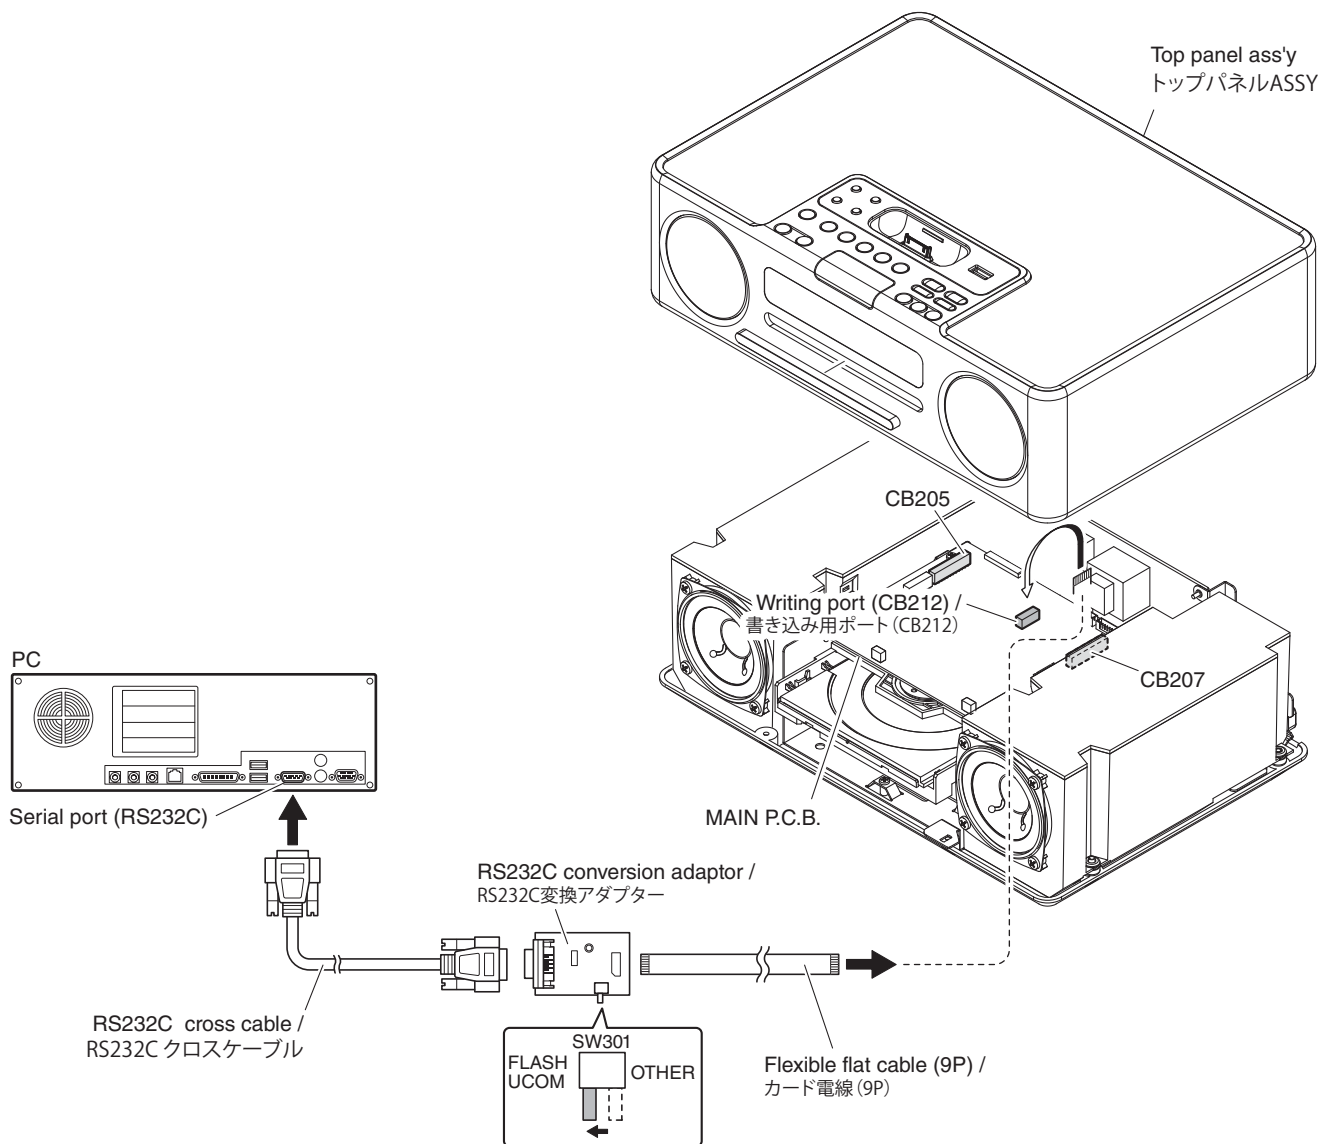

Fig. 1
2. Set the switch (SW301) of RS232C conversion adaptor to the "FLASH UCOM" position. (Fig. 1)
3. Connect the writing port (CB212 of MAIN P.C.B.) of this unit to the serial port (RS232C) of the PC with RS232C cross cable, RS232C conversion adaptor and flexible flat cable as shown below. (Fig. 1)
2. RS232C 変換アダプターのスイッチ (SW301) "FLASH UCOM" 側に設定します。(Fig. 1)
3. 本機の書き込み用ポート (MAIN P.C.B. の CB212) と PC のシリアルポート (RS232C) を下記のように接続します。(Fig. 1)